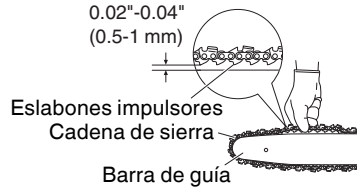

Fig. 11
6. Comprobar la tensión de la cadena de la sierra (Fig. 11)